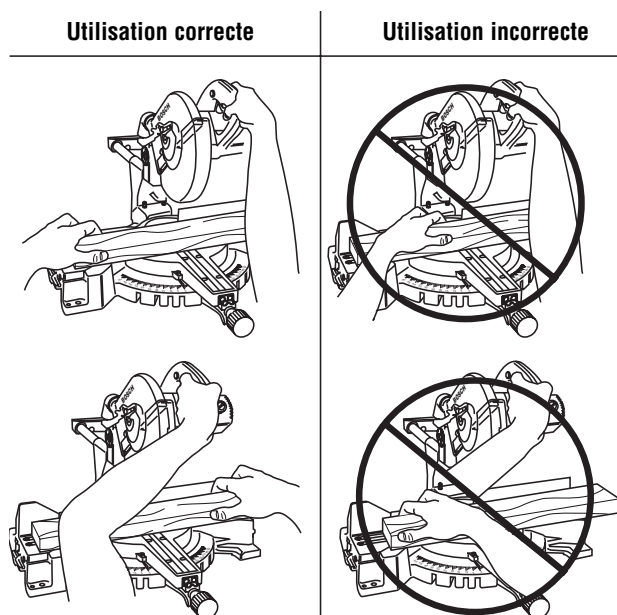

Figure 18. Positions des mains
**⚠ AVERTISSEMENT** Positionnez votre corps et vos mains adéquatement pour rendre la coupe plus facile et plus sûre. Observez les instructions suivantes (Figure 18).